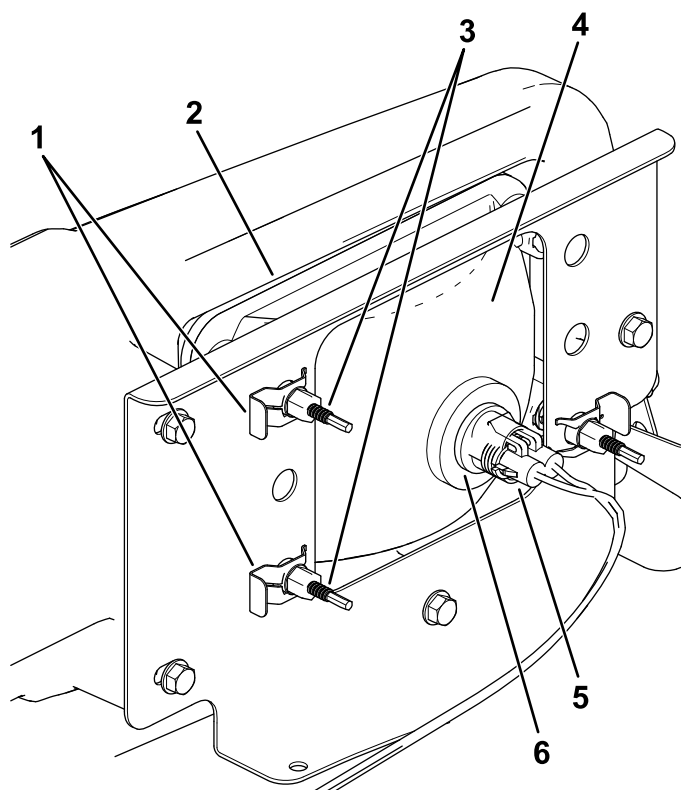

Figure 40
3. Débranchez le connecteur électrique de faisceau du connecteur du phare (Figure 40).
- Déposez les clips rapides qui fixent le phare à son support (Figure 40).
- Sortez le phare en le déplaçant vers l'avant à travers l'ouverture dans le pare-chocs avant (Figure 40).
- Montez le phare neuf par l'ouverture dans le pare-chocs (Figure 40).
- Branchez le connecteur électrique de faisceau sur le connecteur de l'ampoule (Figure 40).
- Au dos du phare, tournez les vis de réglage (Figure 40) pour orienter le phare et aligner la position de son faisceau.